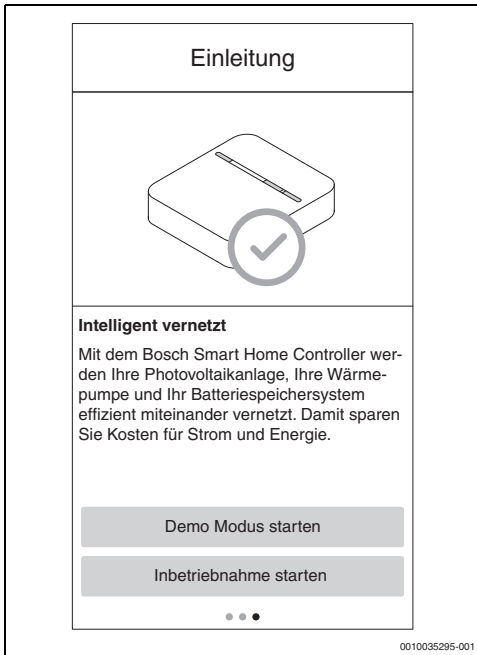

Bild 9 Inbetriebnahme starten auswählen
7. Auf dem dritten Intro-Bildschirm **Inbetriebnahme starten** auswählen (→ Bild 9).
- ▶ Auf dem dritten Intro-Bildschirm **Demo Modus starten** auswählen (→ Bild 9).